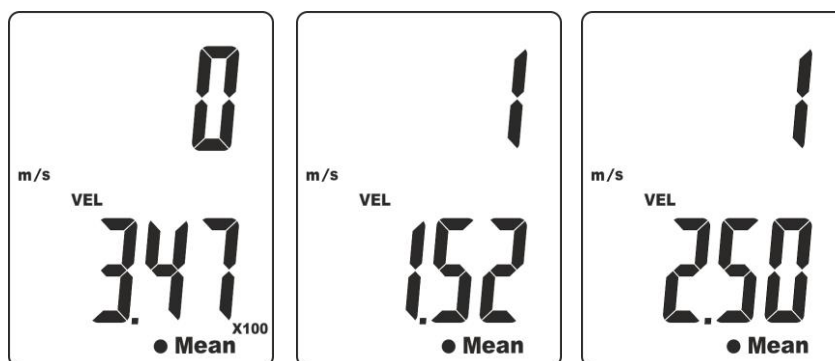

Fig. 8: Cálculo do valor médio da velocidade por pontos
6. Efetuar a primeira medição da velocidade do ar conforme descrito no § 5.1 e premir o botão **ENT**. O valor do primeiro ponto é apresentado no display secundário (ver Fig. 8 – parte esquerda)
7. Efetuar a segunda medição da velocidade do ar conforme o descrito no § 5.1 e premir o botão **ENT**. O valor do segundo ponto é apresentado no display secundário (ver Fig. 8 – parte central)
8. Efetuar outras eventuais medições da velocidade do ar pelo mesmo processo e no final premir o botão **MEAN**. Os símbolos “•” e “Mean” ficam intermitentes no display e o valor da média aritmética é apresentado no display secundário (ver Fig. 8 – parte direita)